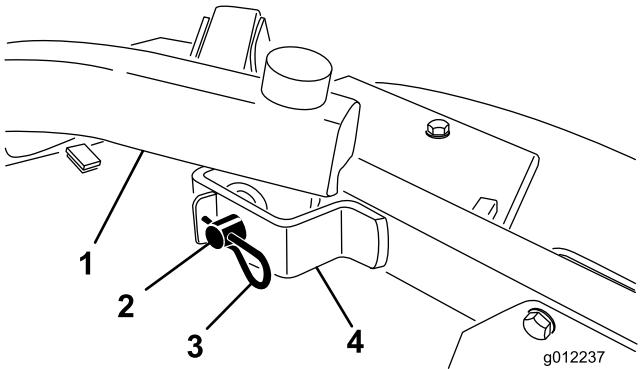

図 21
- 昇降アームをキャスターームブラケットに固定しているヘアピンコッターとクレビスピニを外す図 21。